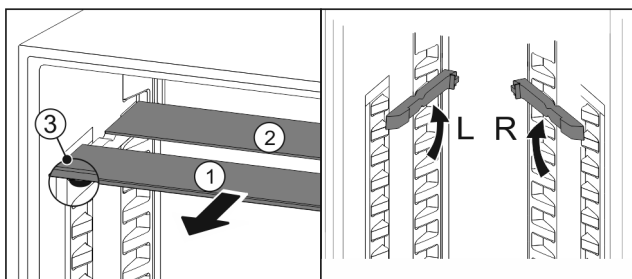

Fig. 102
- ▶ По одной извлеките Fig. 102 (1) стеклянные панели движением вперед.
- ▶ Стеклянная панель Fig. 102 (1) с декоративной планкой лежит спереди.
- ▶ Стопоры Fig. 102 (3) показывают вниз.